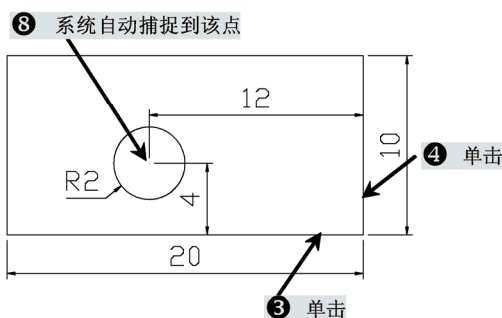

图 6-19 联系选项
☑ 联系 (R): 通过指定边长的百分比来确定点的位置。例如用户要绘制一个圆，执行“圆”命令后，再执行“矩形中心”命令 (amspncen)，指定两条边，选择“练习”选项，再输入两条边的参数，在命令行中将显示如下提示信息，如图 6-19 所示。